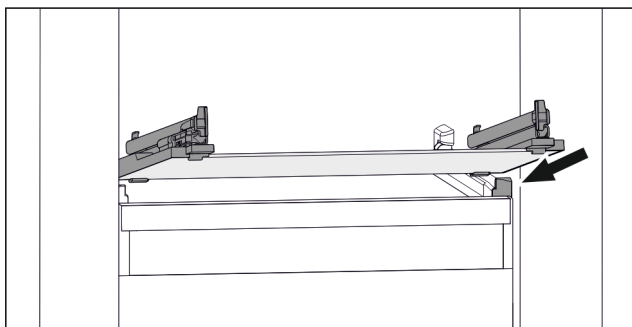

Fig. 98 Simbolična slika steklene plošče
- ▶ Stekleno ploščo postavite v poševnem položaju za zaustavjalniki. (glejte Fig. 98)